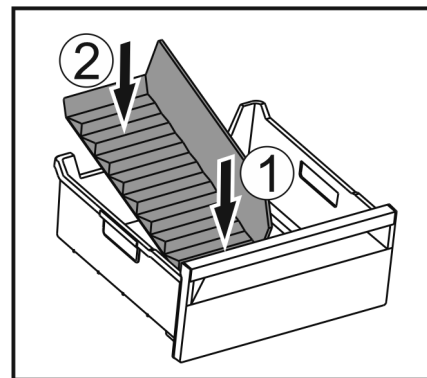

Fig. 60
- Trenner vorne zuerst einsetzen Fig. 60 (1).
- Hinteren Teil absenken Fig. 60 (2).